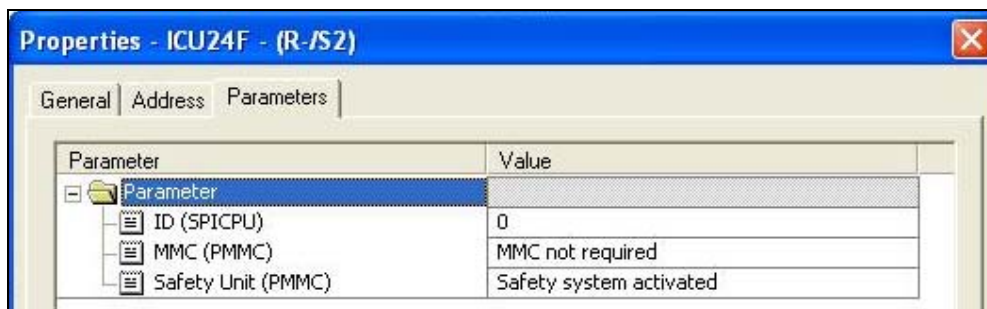

图 10 ICU24F 的参数
- 1) 首先是使能 P1, P2。安全功能为了防止错误，故需要将两个处理器（P1, P2）进行使能。这里的使能设置，与 Step7 硬件组态中的“Safety system activated”（图 10）是一致的。